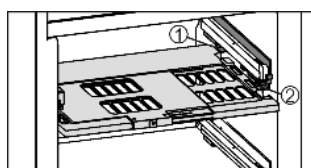

Fig. 14
- Установка пластины регулировки влажности: попечные ребра крышки на пластине вставить через низ в задний держатель *Fig. 14 (1)* и защелкнуть спереди на держателе *Fig. 14 (2)*.